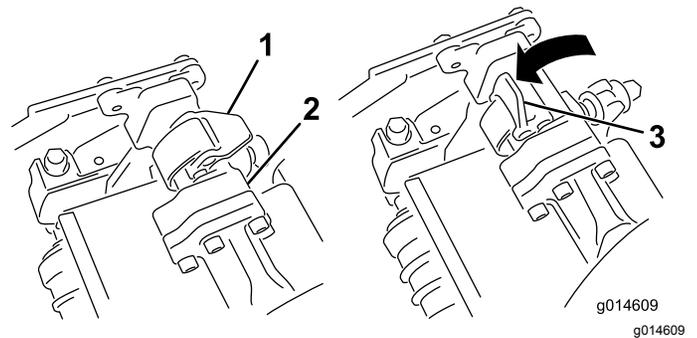
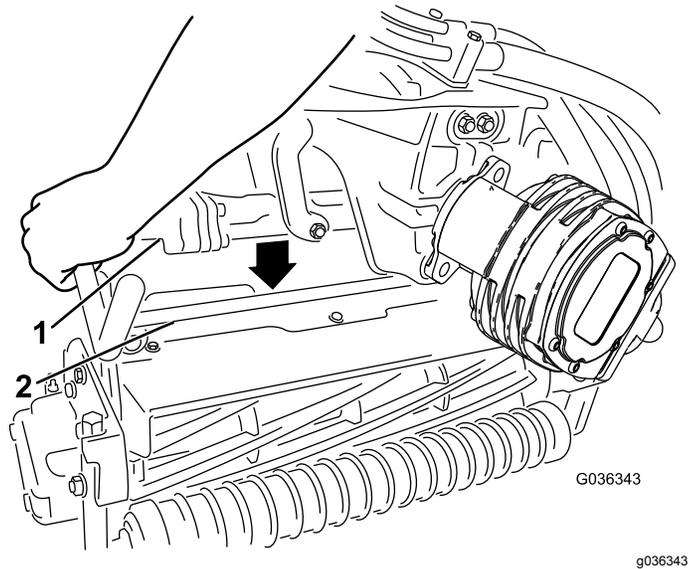

Bild 48
Bild 49
4. Die Riegel an der Aufhängearmstange müssen nach oben zeigen (d. h. offen) (Bild 48); drücken Sie den Aufhängearm dann so nach unten, dass die Stange über die Stange an der Oberseite der Schneideinheit passt (Bild 49).
5. Drücken Sie die Riegel nach unten um die Schneideinheitstange herum und arretieren sie (Bild 48).
5. Öffnen Sie die Riegel an der Aufhängearmstange der Schneideinheit, die Sie entfernen möchten (Bild 48).